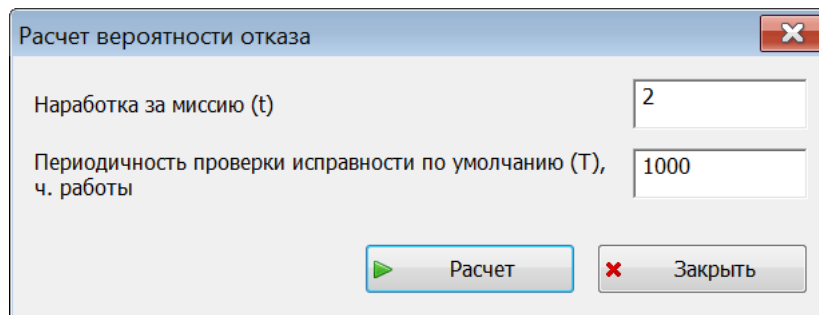

Рис. 11-138 – Диалоговое окно для запуска расчета вероятности ФО
- 5) В открывшемся диалоговом окне ввести необходимые данные и нажать кнопку «Расчет» для выполнения расчета и закрытия диалогового окна (рис. 11-138).